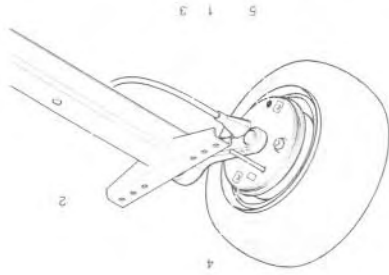

Fig. 5.5 Ajuste de las zapatas de freno
Levante y apoye el compresor. Asegúrese de que todos los frenos estén quitados. Freno de sobrevelocidad y palanca del freno de mano). Los cables de los frenos deben estar libres de tensión. Bloquee las levas pivotantes del freno de la rueda desde el exterior por medio de un pasador de $\varnothing$ 4 mm (4) a través del orificio que se muestra en la Fig. 5.5.